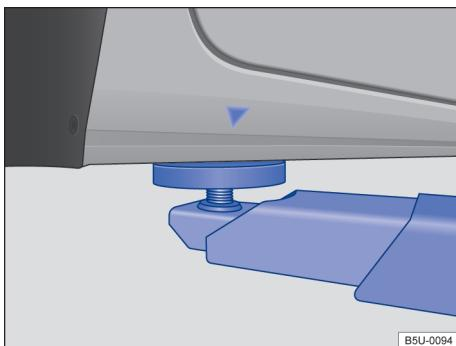
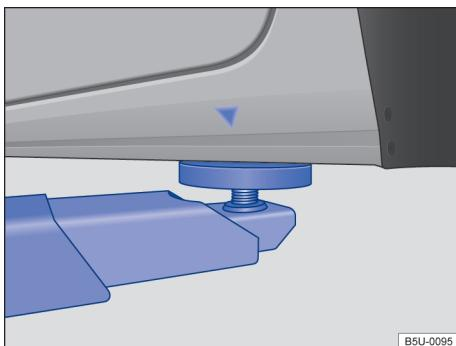

Fig. 149 Pontos de apoio dianteiros para a suspensão com plataforma elevatória ou com macaco.
Fig. 150 Pontos de apoio traseiros para a suspensão com plataforma elevatória ou com macaco.
O veículo deve ser suspenso somente pelos pontos indicados nas figuras → Fig. 149 e → Fig. 150. Se o veículo não for suspenso pelos pontos indicados, podem ocorrer danos no veículo → ① e ferimentos graves → ▲.
- Suspender o veículo somente pelos pontos indicados nas figuras → Fig. 149 e → Fig. 150. Se o veículo não for suspenso pelos pontos indicados, o veículo poderá cair da plataforma elevatória quando, por exemplo, o motor ou a suspensão for desmontado.